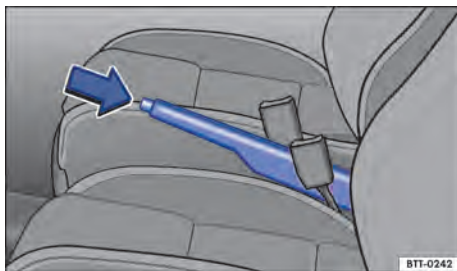

Fig. 111 Entre los asientos delanteros: palanca del freno de estacionamiento.
- Tirar de la palanca del freno de mano hacia arriba con la tecla de bloqueo presionada → fig. 111 (flecha).
- Tirar de la palanca del freno de estacionamiento un poco hacia arriba y presionar la tecla de bloqueo → fig. 111 (flecha).